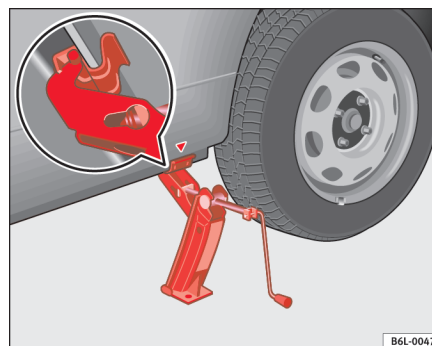

Fig. 137 Mise en place du cric
- Positionnez le cric de façon à ce que son crochet entoure le nerf du longeron inférieur et que la plaque mobile de sa base soit appuyée bien à plat sur le sol ⇒ page 222, fig. 137.